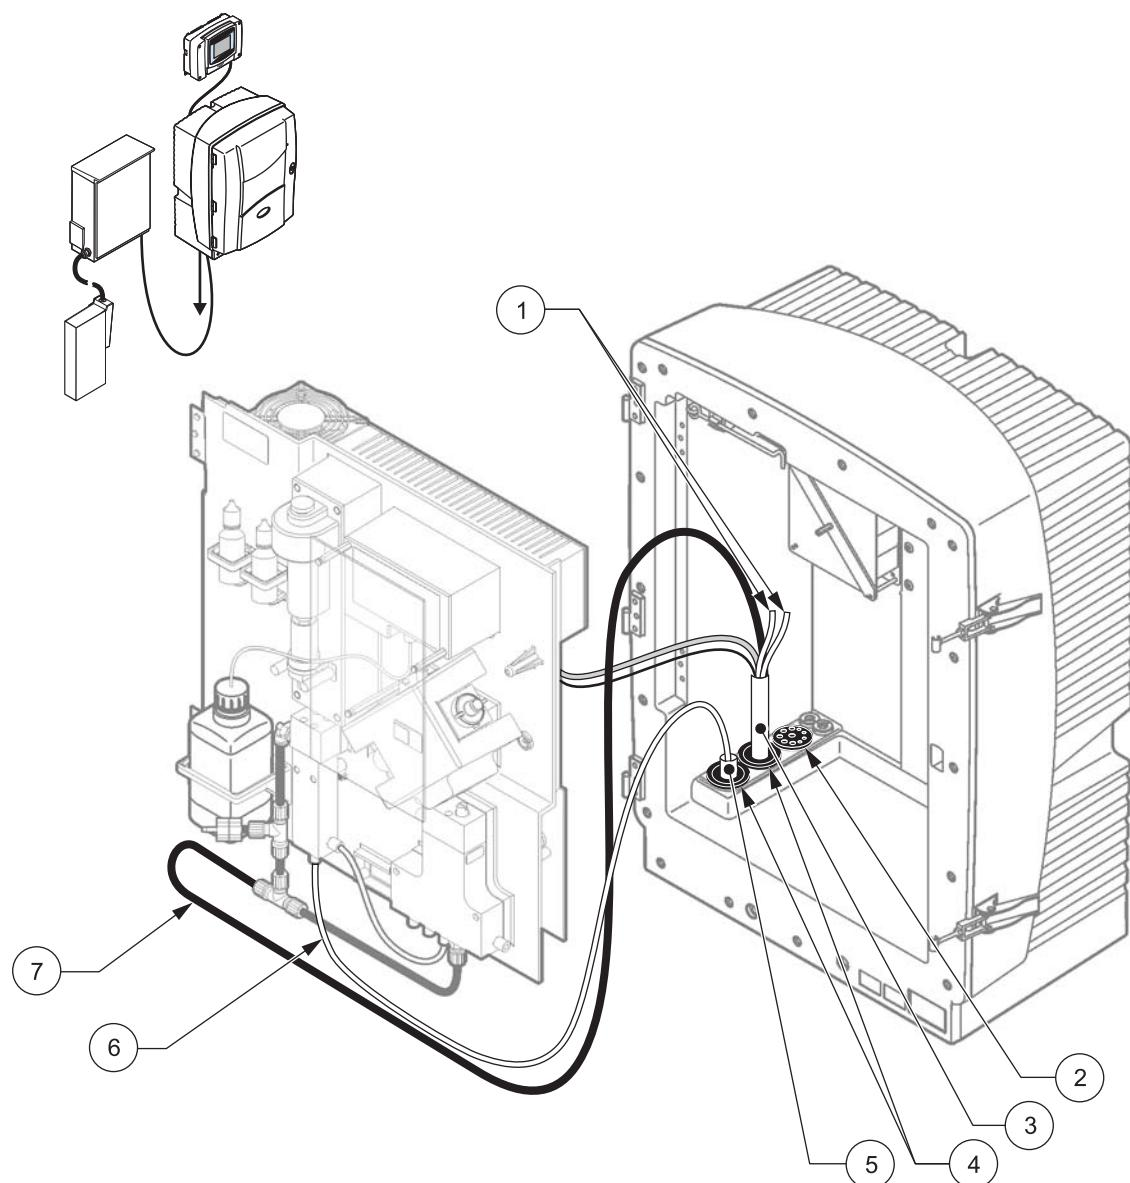

图 25 选项 3 设置
请参考图 25 以及选项 3 的以下说明：
2. 通过分析器开口从 FILTRAX 引出加热的软管 (图 25, 项目 5)。使用 1 号密封塞加固。